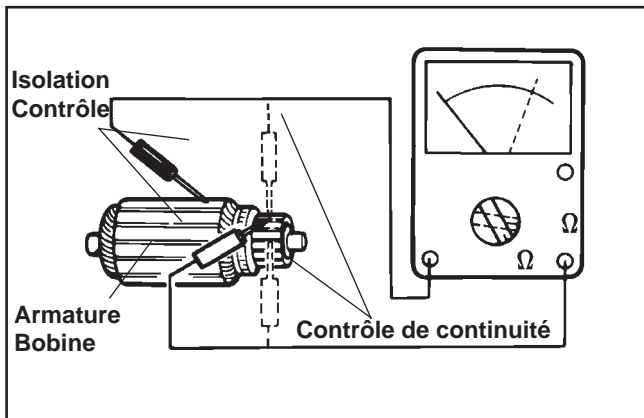

Figure 8-42. Vérifications de l'armature.
- Utiliser un ohmmètre réglé sur l'échelle Rx1. Placer les sondes entre deux différents segments du commutateur et vérifier la continuité. Voir la figure 8-42. Test de tous les segments. La continuité **doit** être relevée entre tous les segments, sinon, l'armature est défectueuse.
- Contrôler la continuité entre les segments de la bobine de l'armature et les segments du commutateur. Voir la figure 8-42. Aucune continuité ne doit être relevée. Si une continuité est relevée entre les deux, l'armature est défectueuse.